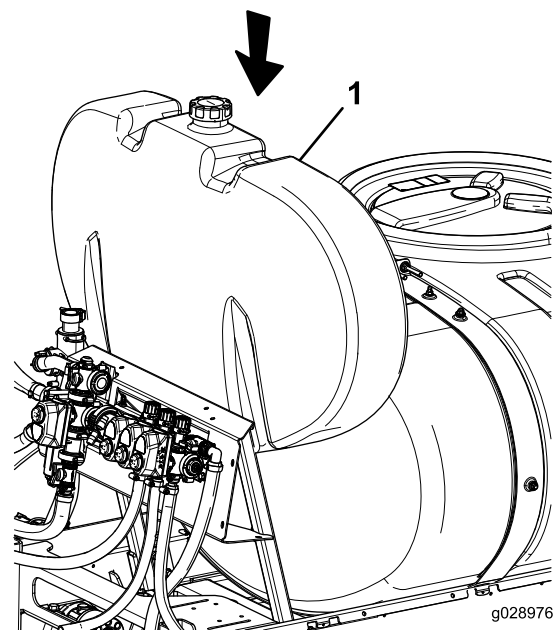

Figura 9
1. Instale el depósito de enjuague, según se muestra en Figura 9.
2. Instale los flejes del depósito de enjuague en los flejes traseros del depósito con las fijaciones que retiró anteriormente (Figura 9).